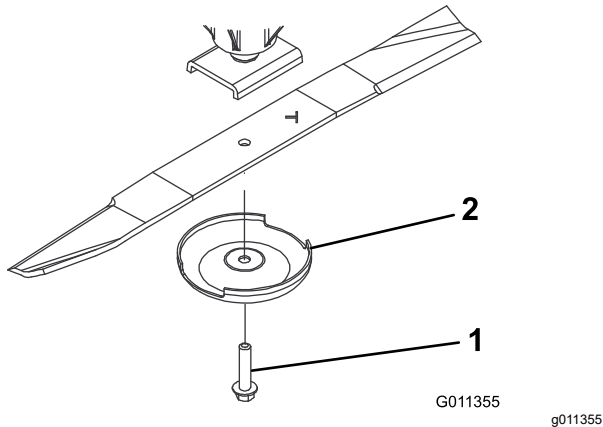

Figure 16
3. Enlevez le boulon, la coupelle de protection et la lame de l'axe de pivot (**Figure 16**).